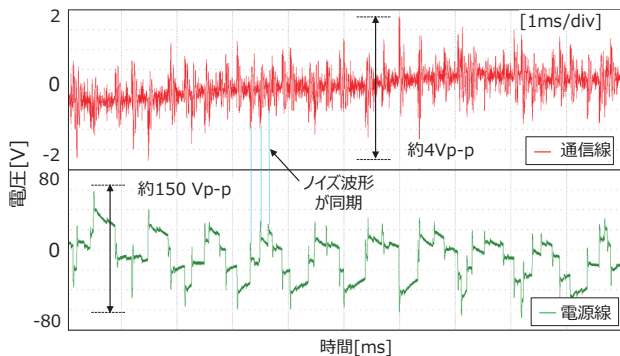

図5 通信線と電源線の電圧
機の通信線（測定点①：L1-測定アース）および電源線（測定点②：COLD-測定アース）の電圧を測定しました。その結果、通信線に約4Vp-p、電源線に約150Vp-pの電圧を確認しました（図5）。なお、測定値にFFT（高速フーリエ変換）処理を実施したところ、120kHzを中心としたノイズを確認しました。